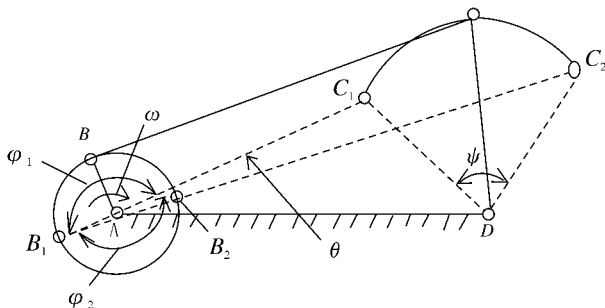

图 1-2-2
1) 定义: 以曲柄为主动件, 机构从动件的空回程速度大于工作行程速度的性质(图 1-2-2):